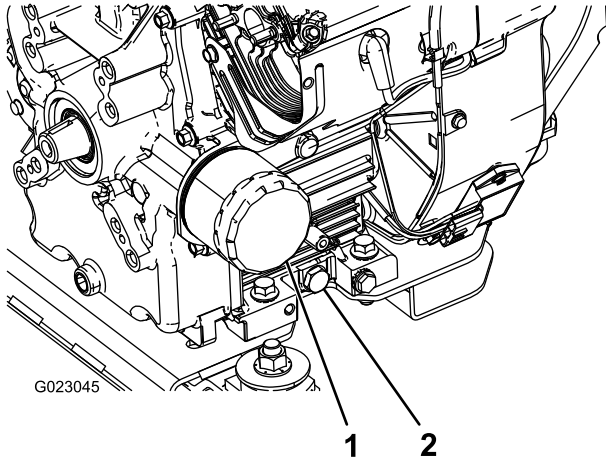

Рисунок 38
- Снимите маслосливную пробку (Рисунок 38).
- Снимите масляный фильтр (Рисунок 38).
фильтр по часовой стрелке до контакта резиновой прокладки с переходником фильтра, после этого затяните фильтр, повернув его еще на пол-оборота (Рисунок 38).